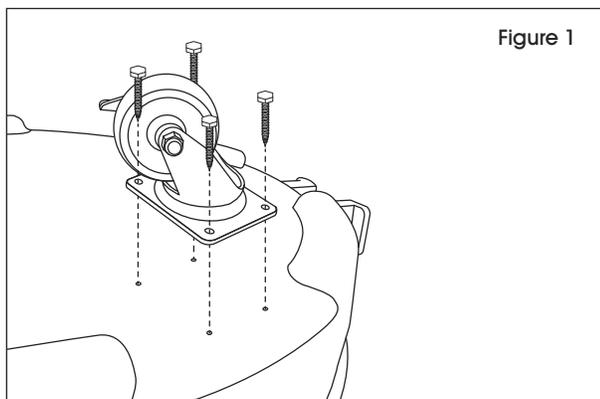

Figure 1
2. Alignez une des roulettes sur les trous de montage au bas du chariot et fixez-la avec les vis qui ont été fournies. (Voir Figure 1)